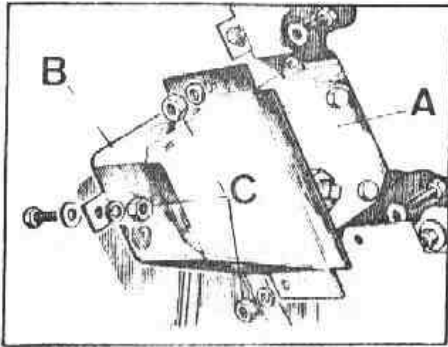

Fig. G-27 Desmontaje de la cubierta de la caja de dirección
1.9. Desmontar la cubierta, B (Fig. G-27) por la parte inferior de la aleta del lado izquierdo.
- 2.6. Instalar la cubierta de la caja de la dirección (Fig. G-27).